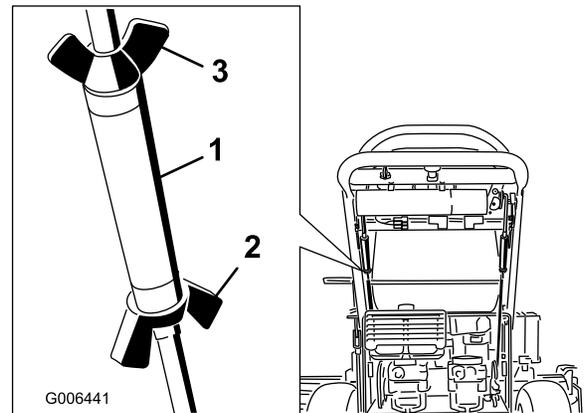

Figura 45
- Bloquee el tensor apretando las tuercas de mariposa (Figura 45).